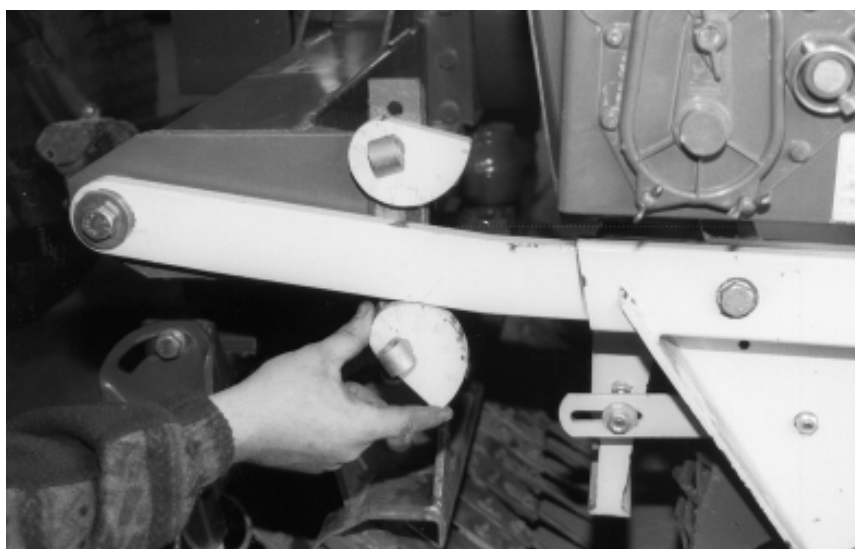

fig. 22
- Drej de nedre ekscentere, indtil støttestængerne er blokeret (fig. 22/1).